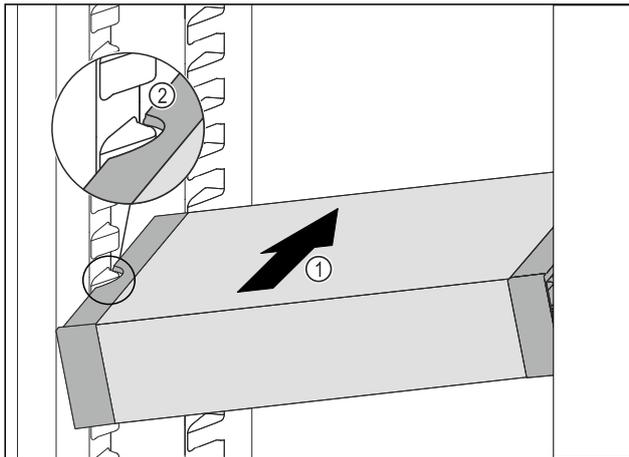

Fig. 121
- ▶ VarioSafe schräg in das Kühlteil einschieben Fig. 121 (1), bis sich die seitlichen Aussparungen Fig. 121 (2) des VarioSafes auf Höhe der Behälterrippe im Kühlteil befinden.